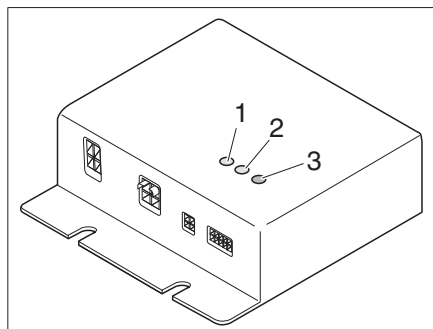

Bild 251 Reglerdon
Reglerdonet (Bild 251) finns i klädskalet. Kontrolllamporna på reglerdonet har följande betydelse:
- Kontroll-LED (Bild 251,1) VK1 lyser grönt: värmekrets 1 är i drift
- Kontroll-LED (Bild 251,2) VK2 lyser grönt: värmekrets 2 är i drift
- Fel-LED (Bild 251,3)